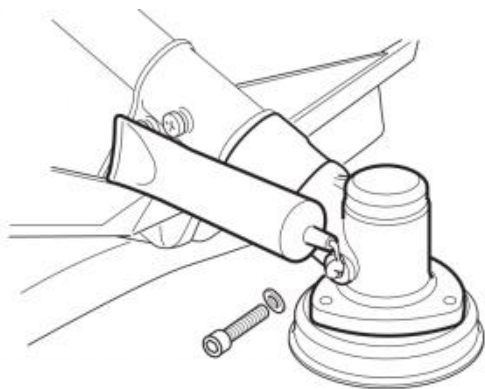

Fig. 68
2. Voeg een geschikt smeermiddel toe (Afb. 68).